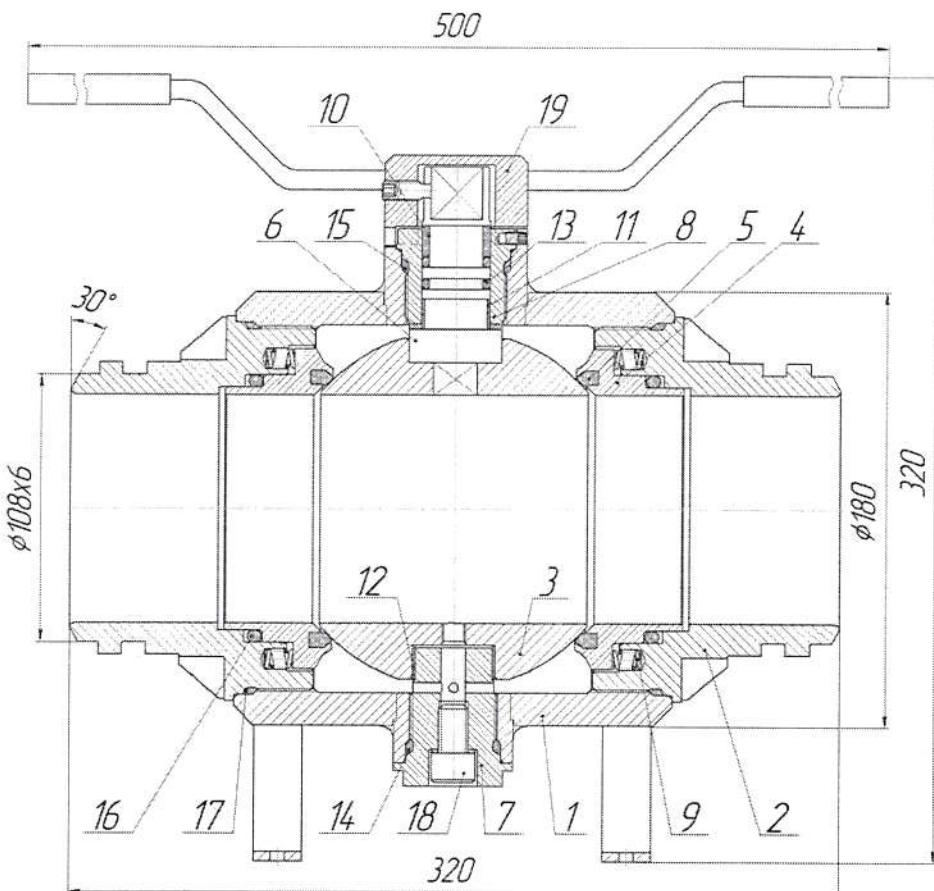

Рисунок 1 – Кран шаровой DN100 PN80 с ручным управлением
2.13. Устройство крана и материалы основных деталей (Рисунок 1):